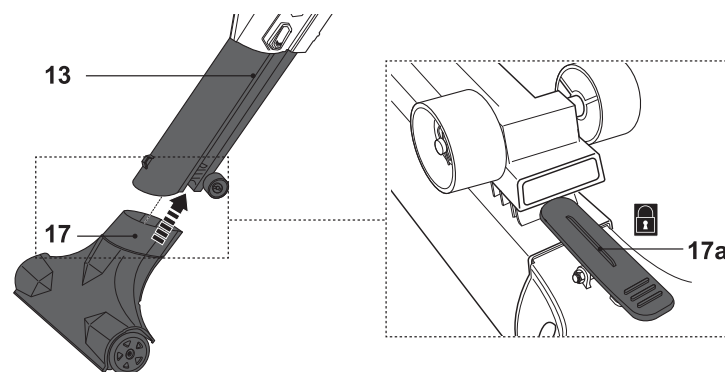

Fig. 6
- > Alinhe e insira a cabeça para o chão (17) no tubo telescópico (13) (Fig.6).